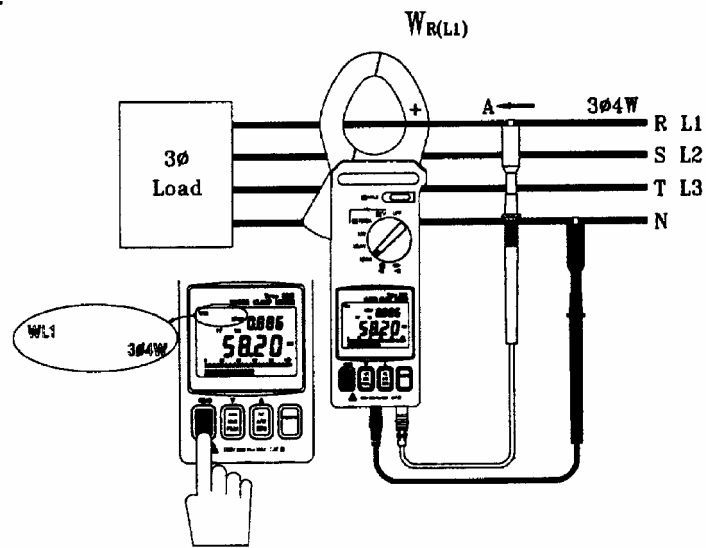

Рис. 7
1. Измерение мощности и коэффициента мощности на первом проводнике $W_{R(L1)}/PF_{R(L1)}$ (см. рис. 7)